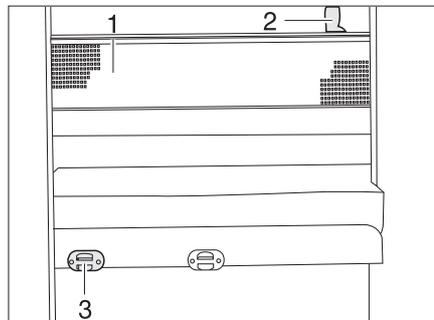

Bild 143 Sicherungsnetz
- Die Aufstiegsleiter mit den Holmen in die Halterung (Bild 143,3) an der Blende einhängen.
Das Sicherungsnetz (Bild 143,1) ist serienmäßig zwischen Matratze und Lattenrost verstaut. Das Sicherungsnetz erst aufspannen, wenn sich die Person bereits im Bett befindet.
- Die Haltebänder (Bild 143,2) in die Halterungen an der Decke einrasten.